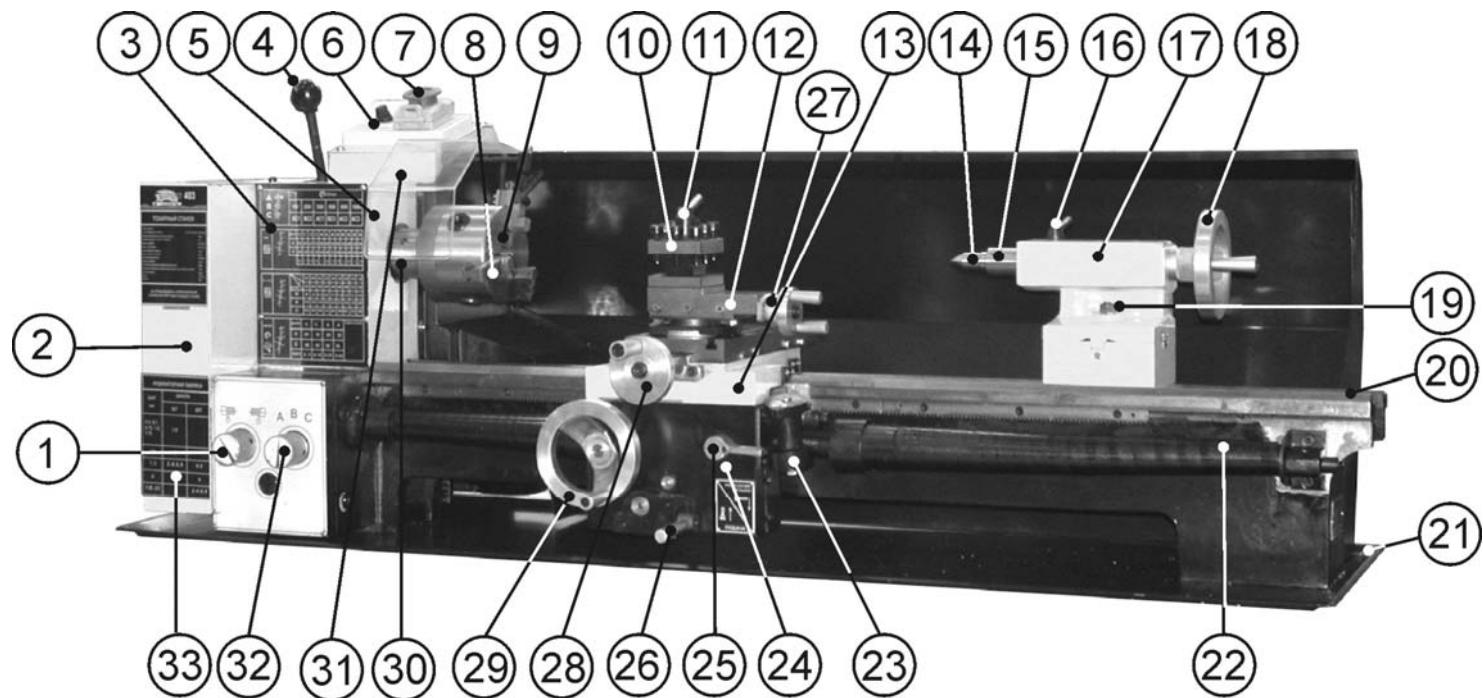

Рис. 2
- 7.1. Станок состоит из следующих сборочных единиц и деталей (Рис.2)
8.4. Установите пластиковую ручку (Ж) с осью ручки (Н), Рис.1, на маховик подачи поперечного суппорта (28), Рис. 2.
8.6. В конус пиноли (15) задней бабки (17) установите центр Морзе №2 (14), Рис. 2.
8.7. Установите ручку (Д), Рис. 1б, на рычаг натяжения ремня (4), как показано на Рис. 2.